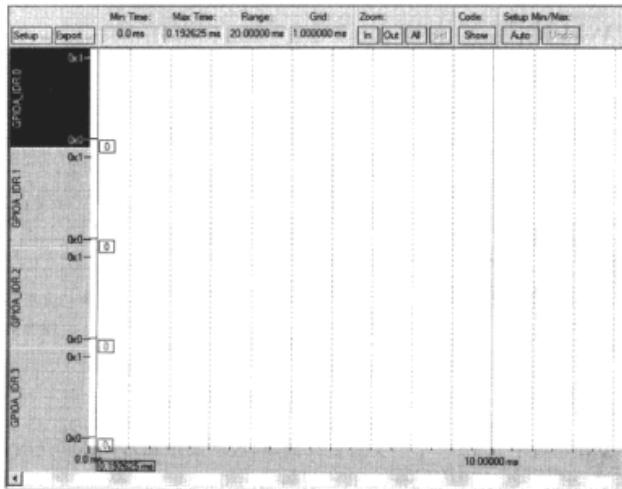

图 5.12.6 软件逻辑分析仪主界面 2
③ 单击 Setup Logic Analyzer 右上角的 New(Insert)按钮(红色的叉左边的小虚线框),进行 Logic Analyzer 信号来源的设置。本小节要跟踪的是 TIM2 的 4 个输出通道,故添加 4 个信号源,名称分别为:GPIOA_IDR.0、GPIOA_IDR.1、GPIOA_IDR.2 和 GPIOA_IDR.3。设置好后单击 close,此时 Logic Analyzer 主界面如图 5.12.6 所示。